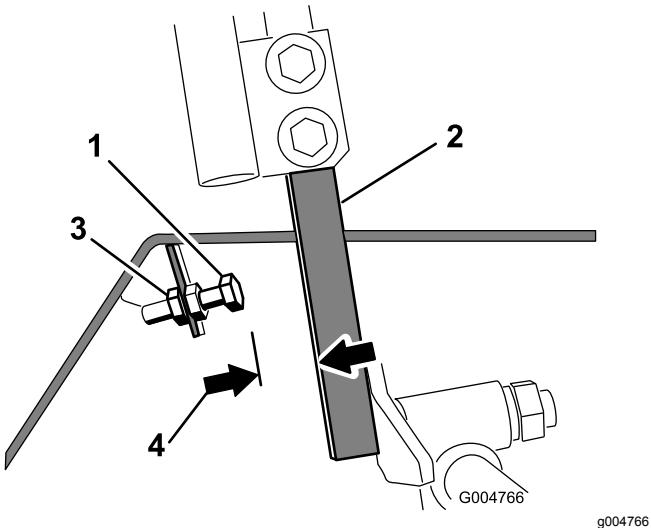

Figure 69
4. Desserrez l'écrou de blocage sur le boulon d'arrêt de l'un des leviers de commande (Figure 69).